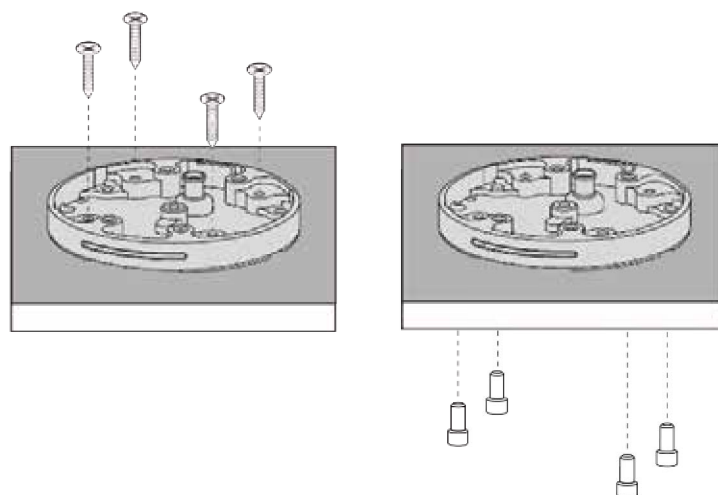

図3: 取り付けオプション - ネジの向き
- a. ベースプレートの取り付けには2つの方法があります：(1) 表面の下から上のベースプレートにねじ込む、または (2) ベースプレートを通して表面にねじ込む (図3参照)